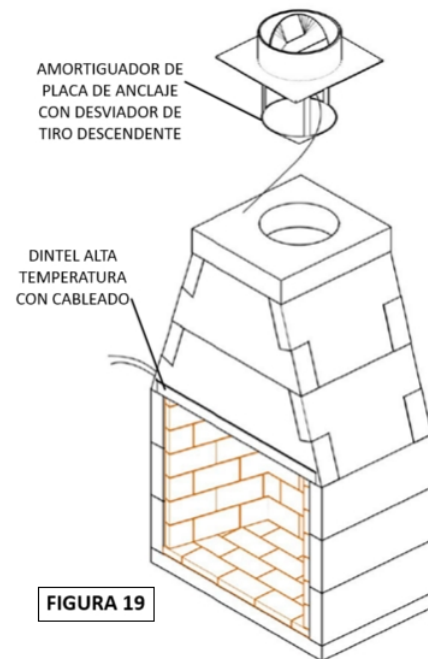

FIGURA 19
- Instale el desviador de corriente descendente en la placa superior. (Figura 19)
- El dintel de alta temperatura encaja horizontalmente hacia la parte inferior del domo de humo. La pata corta contigua del dintel de alta temperatura encaja contra la parte inferior del componente del domo de humo. (Figura 19)